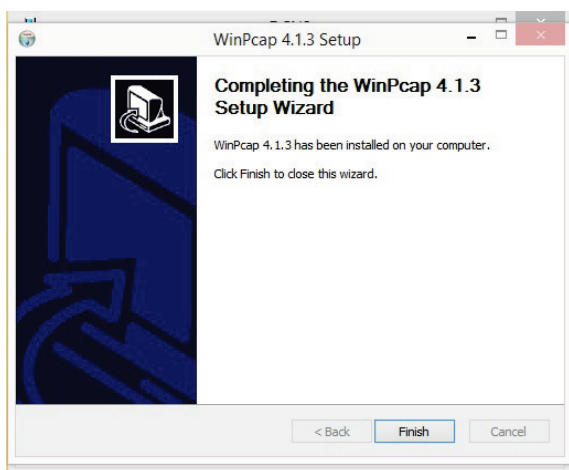

Рисунок 10
- установка и окончание установки (рис. 10).